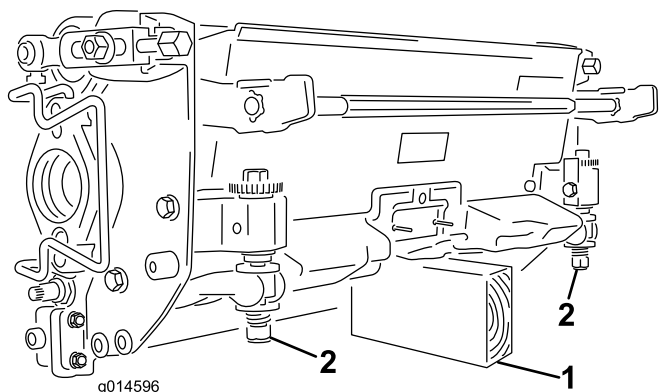

Рисунок 45
**Внимание:** Если необходимо наклонить режущий блок, подложите опору под заднюю часть режущего блока, чтобы гайки регулировочных винтов неподвижного ножа не упирались в рабочую поверхность (Рисунок 45).